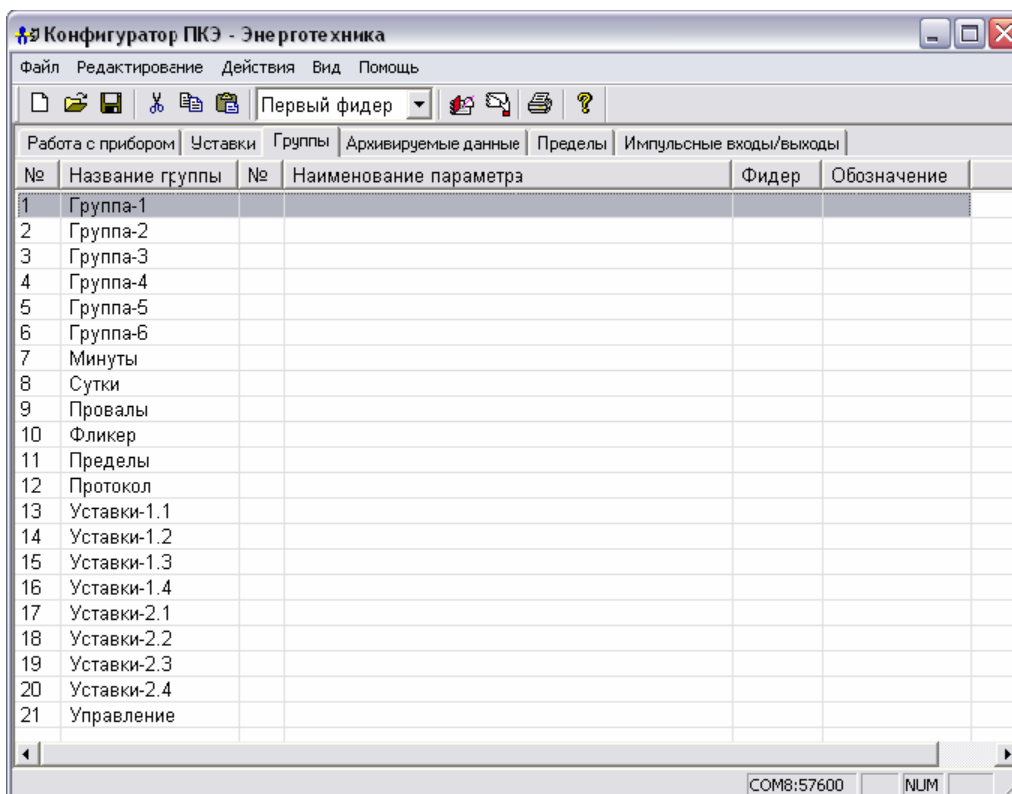

рисунок 42
Вкладка “Группы” (рисунок 42) содержит информацию о всех пунктах меню.
- выделить группу, в которой необходимо задать измеряемые характеристики (рисунок 42);